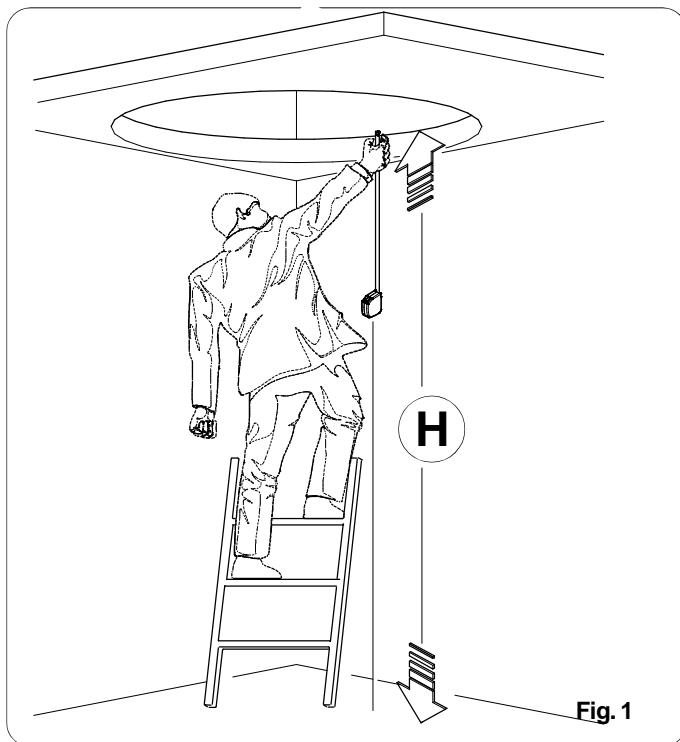

Fig. 1
- Mesurer la hauteur entre le plancher supérieur et le plancher inférieur "H". Mesurer aussi l'ouverture de la trémie. (Fig. 1)